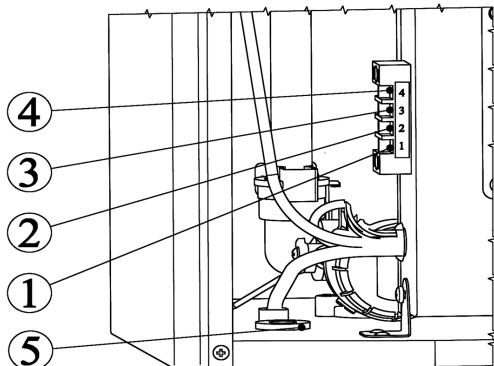

Рис. 8. Подключение дополнительных устройств
- удалить перемычку между клеммами 1 и 2 на колодке блока управления (рисунок 8);
- прорезать двухпроводной кабель, идущий от термостата, через проходную муфту 5 в корпусе и подключите его к клеммам 1 и 2 (рисунок 8);
- продеть двухпроводной кабель, идущий от датчика, через проходную муфту 5 в корпусе и подсоедините его к клеммам 3 и 4 (рисунок 8);